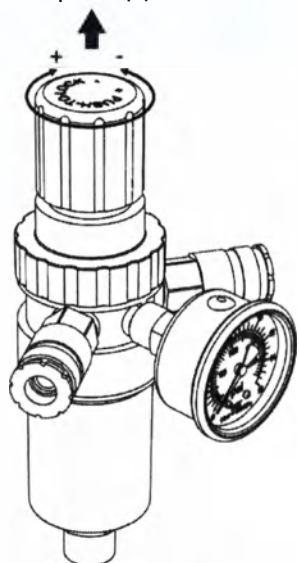

Рисунок 7
8.3.1 Настройка давления в подсоединенных исполнительных устройствах регулятором давления осуществляется следующим образом (рис. 7):